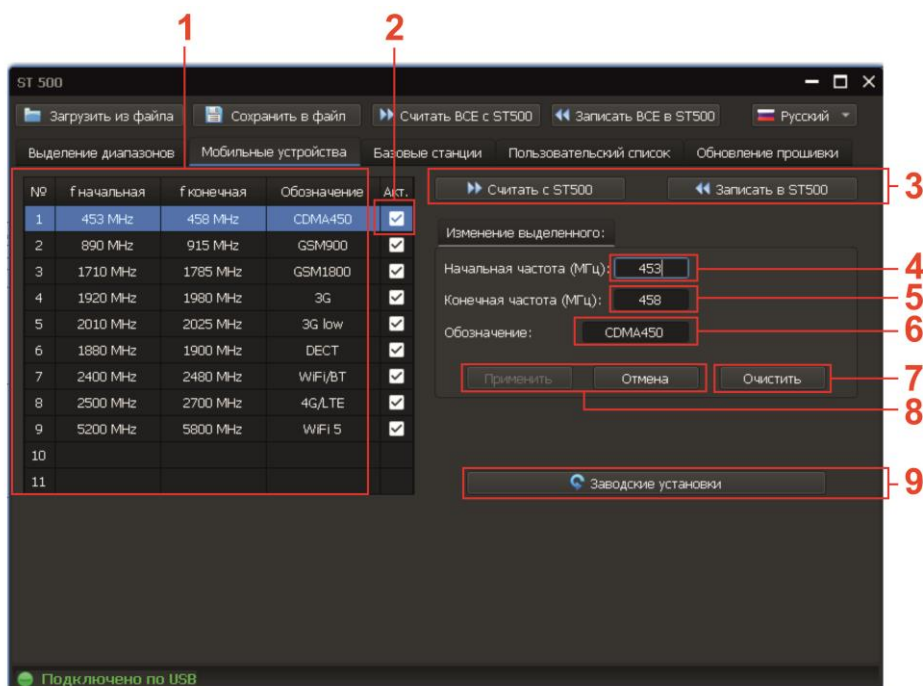

Рис.50
Экран прибора после включения режима представлен на рис.50.
#### Цифрами на рис.50 обозначено:
1. Перейти на вкладку «Мобильные устройства». Экран ПК представлен на рис.50.
- начальной и/или конечной частоты (рис.50, п.4,5)
- ввести обозначение диапазона (рис.50, п.6)
- установить признак активности (рис.50, п.2)
- начальной и конечной частоты (рис.50, п.4,5)